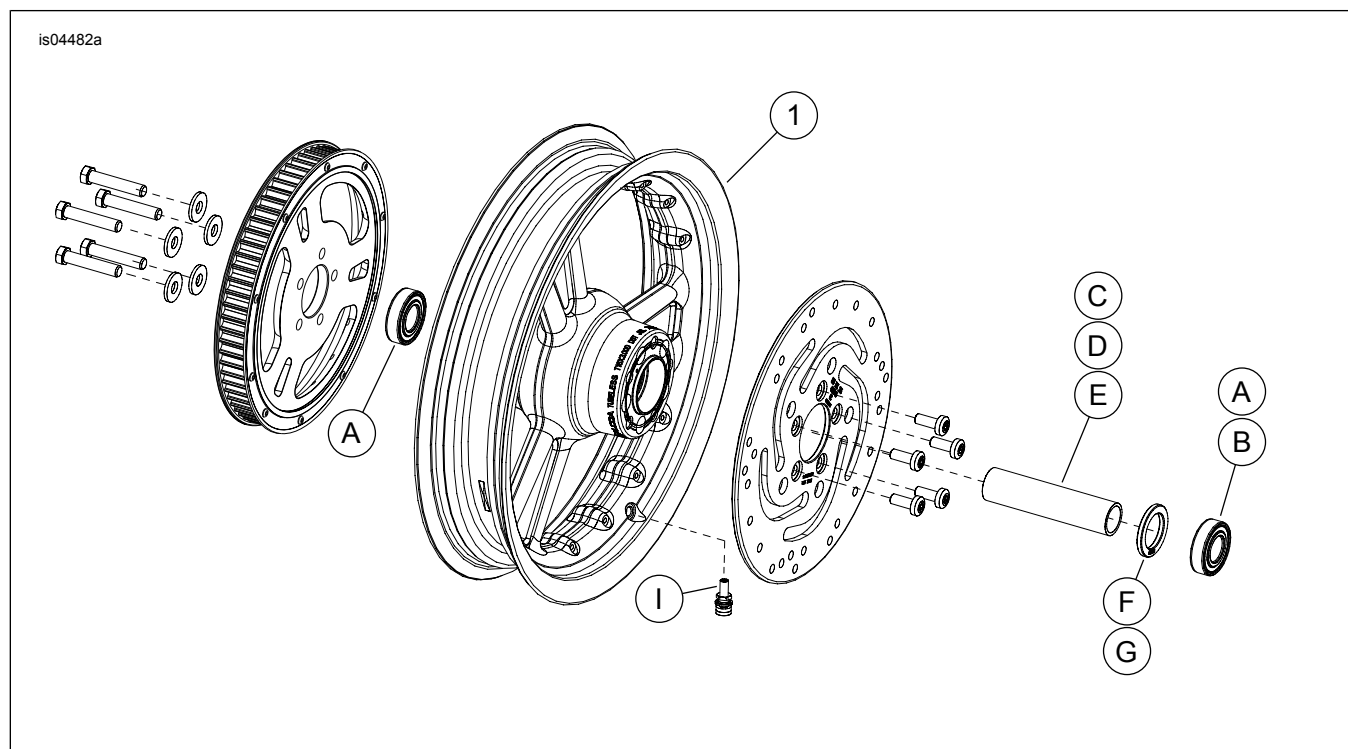

Figure 1. Pièces de rechange : Roues arrière Detonator (16 pouces illustrées)
Voir Figure 1 et Tableau 2.
2. Voir Figure 1. Poser l'ensemble de tige de valve (1) sur la roue. Voir PNEUS dans le manuel d'entretien.